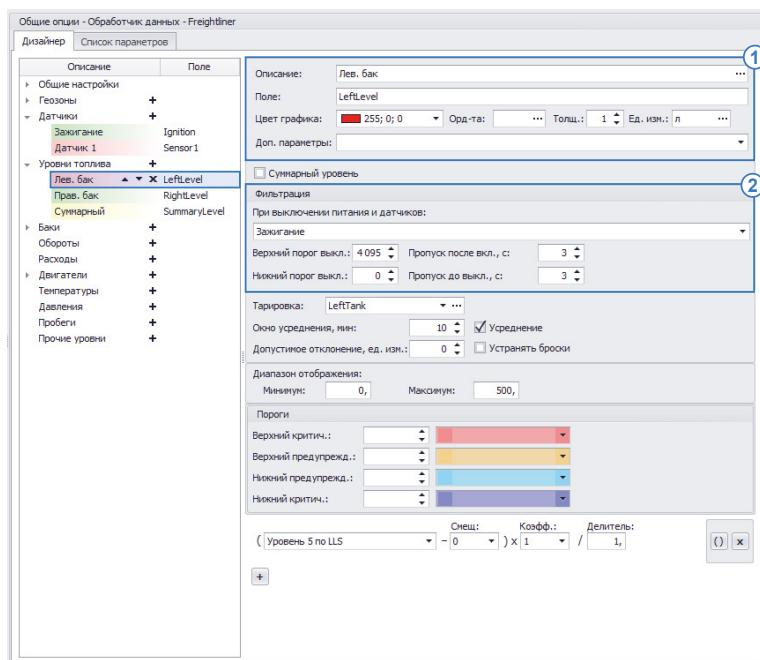

Рис.22. Параметр уровня топлива.
Виртуальный датчик уровня топлива предназначен для обработки сырых показаний реальных датчиков уровня топлива и представления их в программе в удобном для пользователя виде. Для создания виртуального датчика уровня топлива необходимо добавить новый параметр в группу «Уровни топлива» и задать настройки (Рис.22).
**1. Общие настройки (Рис.22, п.1).** Общие настройки описаны в разделе «Общие настройки параметров», поэтому в данном разделе их настройка рассматриваться не будет.
## 2. Настройка первичной фильтрации показаний уровня топлива (Рис.22, п.2)